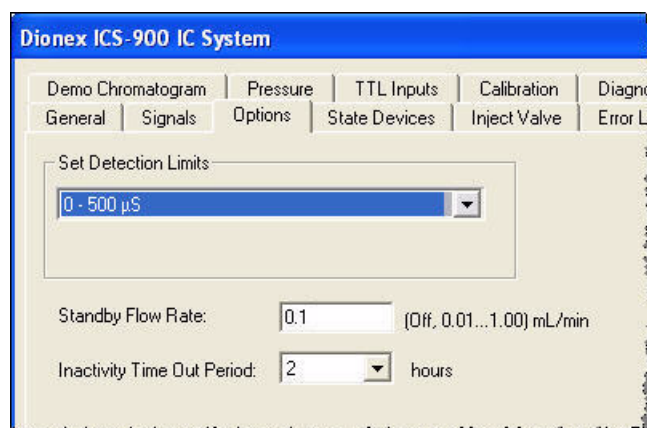

Abbildung 3-7. Dialogfeld für ICS-900-Eigenschaften: Registerkarte „Options“
3. Klicken Sie auf „**Options**“ (Optionen) (siehe Abbildung 3-7).